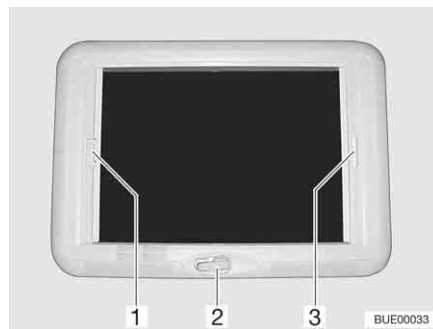

Bild 91 Vevmanövrerad taklucka
Öppna: ■ Vrid på handveven (Bild 91,2) tills ett motstånd känns.
Stänga: ■ Drag i plisségardinens handtag (Bild 91,3) och släpp i önskad position. Plisségardinen stannar i denna position.
- Drag, med handtaget (Bild 91,1), insektsskyddet till plisségardinens handtag (Bild 91,3) på den motsatta sidan, där det hakas i.
- Tryck insektsskyddet handtag (Bild 91,1) bakåt, uppåt och haka av insektsskyddet från plisségardin (Bild 91,3).